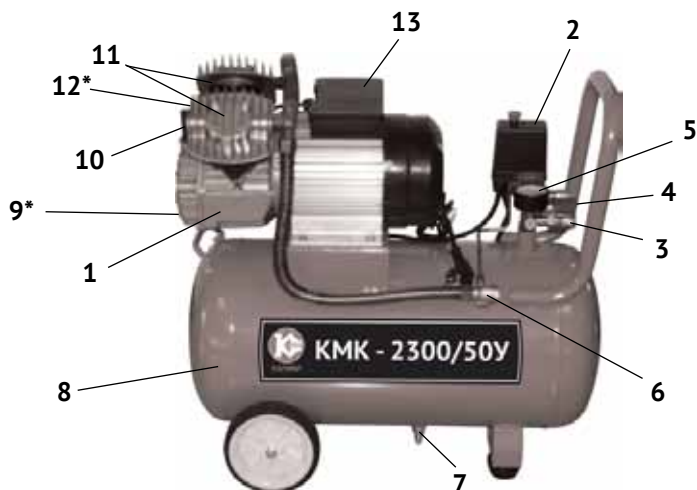

рис. 1
4.1 Общий вид компрессора схематично представлен на рис.1
4.2 Картер компрессорной группы (рис.1 поз.1) с двигателем закреплены на металлическом корпусе ресивера (рис.1 поз.8). Вращение якоря двигателя преобразуется кривошипно-шатунным механизмом в возвратно-поступательное движение поршней двух цилиндров. Сжатый воздух из выпускных клапанов цилиндров подаётся в ресивер. При подключении к быстроразъёмным выходным штуцерам (рис.1 поз.3) коллектора пневмоинструмента, сжатый воздух подаётся к инструменту. Выходное давление в штуцерах регулируется редуктором и контролируется манометрами.
рекомендуется оставить компрессор работающим в течение 5 - 8 минут с полностью открытыми выходными кранами (рис.3 поз.2,3) и редуктором (рис.3 поз.4), после чего откройте вентиль слива конденсата (рис.1 поз.7), находящийся снизу ресивера и слейте конденсат. После первых 5-ти часов работы компрессора проверьте крепление винтов головки цилиндра и фильтров (рис.1 поз.13).